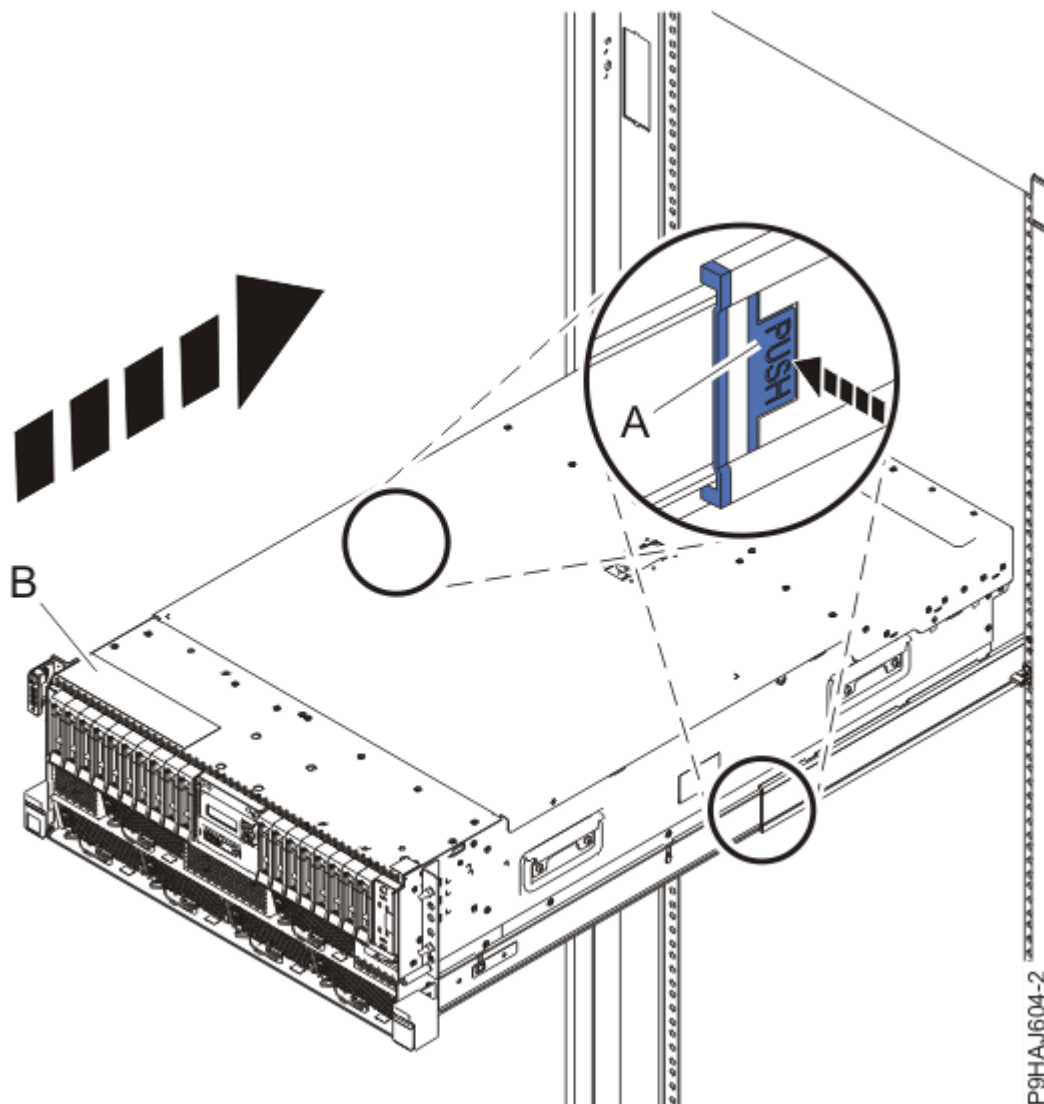

Figure 60. Mise en position de fonctionnement du système
3. Pour un système monté en armoire, déverrouillez les loquets de sécurité bleus (**A**) en les poussant vers l'intérieur, comme illustré dans la Figure 60, à la page 80.